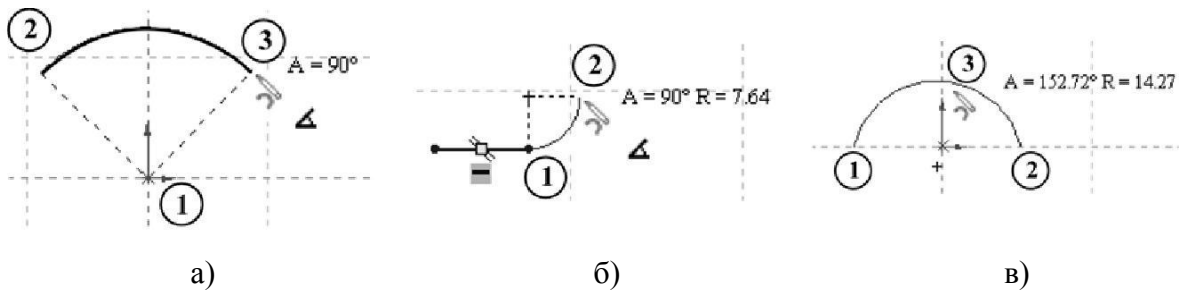

Рисунок 2.6. Методи побудови дуг
1. Центр дуги - необхідно задати координати центру і однієї з крайніх точок, а потім зафіксувати кут дуги (третья точка) (Рисунок 2.6, а).
2. Дотична дуга - команда може застосовуватися для кінцевої точки існуючого об'єкта (Рисунок 2.6, б). Після її виконання між об'єктами автоматично встановлюється взаємозв'язок дотичній.
3. Дуга через три точки - вимагає вказівки двох крайніх точок дуги, а шляхом переміщення третьої встановлюється значення радіуса (Рисунок 2.6, в).